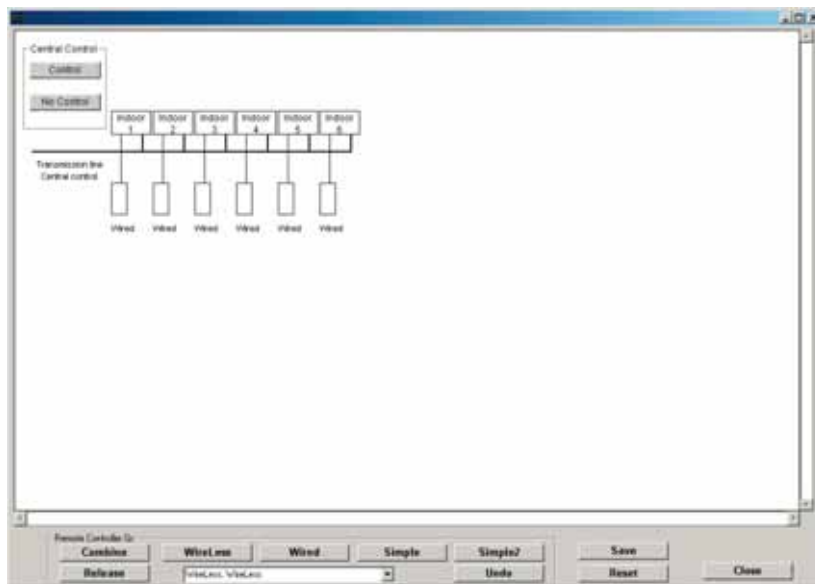

Рис. 6.6.1
3 При нажатии на кнопку "Присвоить ПДУ" (RC Assign) (3) откроется окно для присвоения параметров (рис. 6.6.1).
Для выбора беспроводных (Wireless), проводных (Wired) и упрощенных (Simple, Simple 2) пультов ДУ следует нажать на соответствующую кнопку и разместить устройство в синей области (рис. 6.6.1). Для одного внутреннего блока можно задавать до 2 ПДУ.